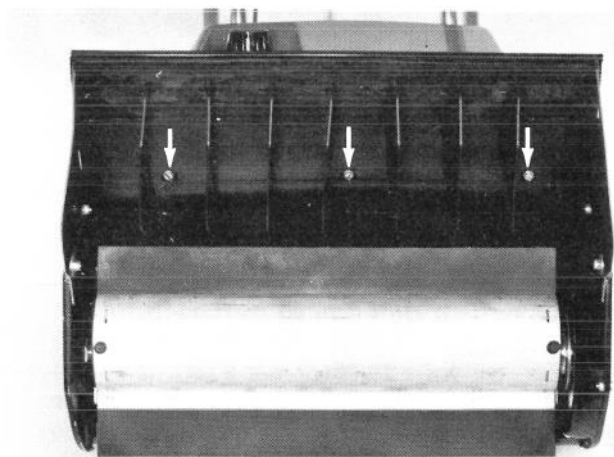

Figure 20
1. Enlevez les trois vis qui retiennent la garde avant au carter du rotor (Figure 20).
9. Fixez l'avant de la garde au carter du rotor à l'aide de trois vis de 3/4 de pouce de longueur (Figure 20).